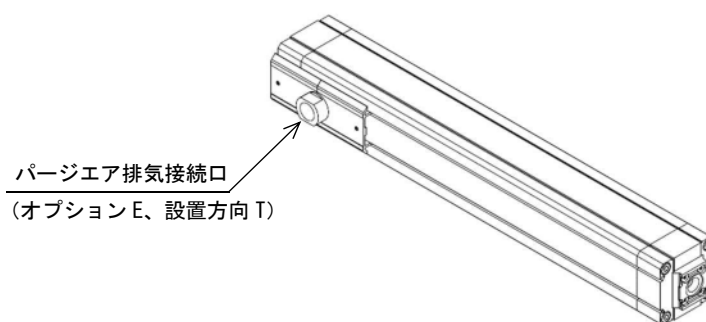

図 7
- 5) オプション「E」の場合、排気エアの配管は内径 8.9mm 以上のホース又は配管材を使用し、長さは 2m 以内としてください。(図 7 参照)